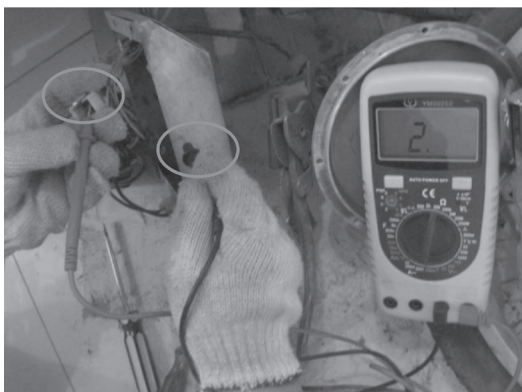

图 7-55 测试电动机正负极与地线间电阻
4) 测量电动机正极或负极引线壳体间的电阻，如图 7-55 所示，发现